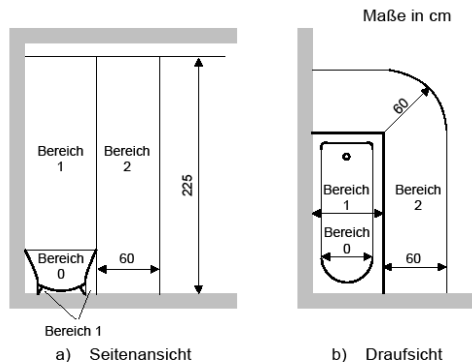

Bild 3
Bei Wandmontage (siehe Bild 4) erfüllen die Geräte die Schutzart IP24. Das bedeutet, dass diese Geräte auch in Badezimmern im Bereich 2 (siehe Bild 3) installiert werden können. Des Weiteren ist vom Installateur der gebäudeseitige Anschluss ebenfalls in der Schutzart IP24 vorzunehmen. Bei Einbau in einem Badezimmer ist das Gerät so anzubringen, dass z.B. externe Schalter oder Bedienelemente des Raumthermostates von einer in der Wanne oder in der Dusche befindlichen Person nicht berührt werden können.
Bei Deckenmontage (siehe Bild 5) erfüllen die Geräte die Schutzart IP20 und müssen außerhalb des Bereichs 2 (siehe Bild 3) installiert werden.
- Mitgelieferte Zuleitung an L (braun), N (blau) und PE (grün/gelb) anschließen. Bei Badinstallation im Schutzbereich 2 (siehe Bild 3) muss der gebäudeseitige Anschluss (Anschlussdose o. ä.) ebenfalls IP24 sein. Die verschiedenen Anschlussmöglichkeiten (z.B. mit Raumthermostat) entnehmen Sie den unten aufgeführten Anschlussplänen.